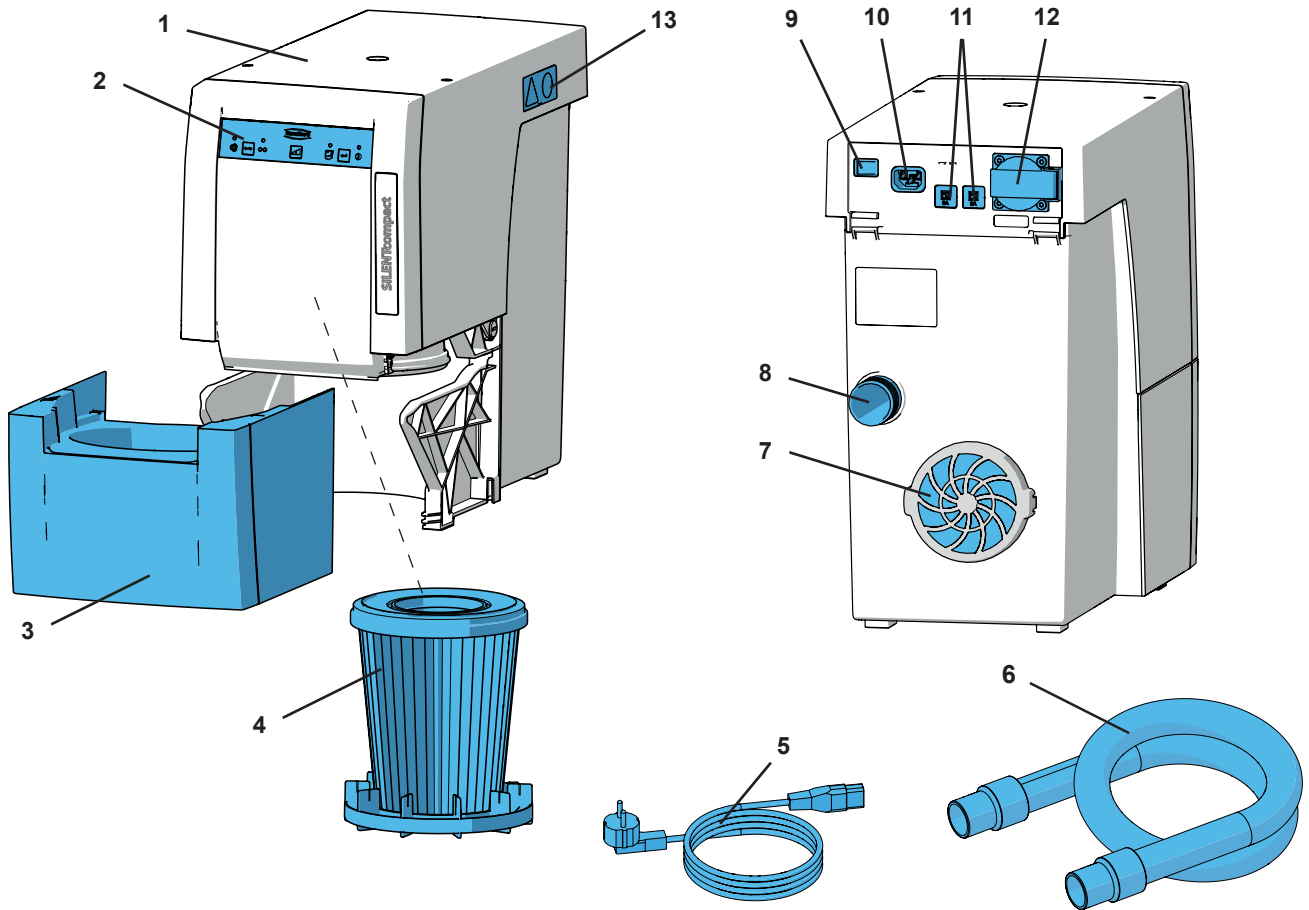

图 1
- 排气孔不能被堵塞 (7, 图 1)。
- ⇒ 按开/关键关机 (9)。
- ⇒ 将电源线 (5, 图1) 与电源 (10) 连接。
- ⇒ 将吸尘管 (6, 图 1) 连接在吸尘端口 (8) 上。